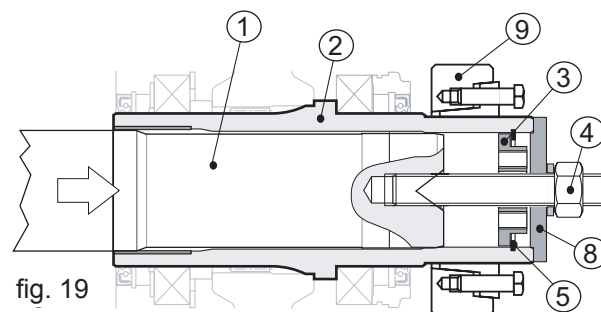

fig. 19
Em seguida, inserir em suas sedes primeiro a placa de retenção (pos. 3) e depois o anel de retenção para partes internas (pos. 5) e a placa de retenção (pos. 8); neste ponto, aparafusando a porca da barra rosqueada os dois eixos são colocados bem apertados entre si (ver fig. 19).